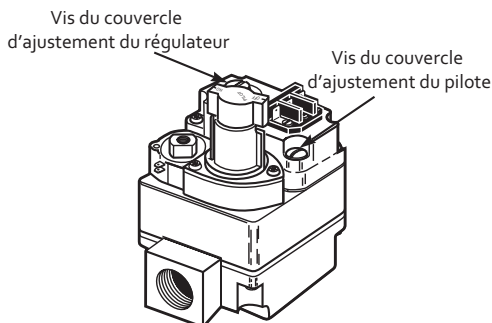

Figure 9. Ajustement du régulateur de pression
2. Enlevez la vis de réglage du couvercle (voir fig. 9).